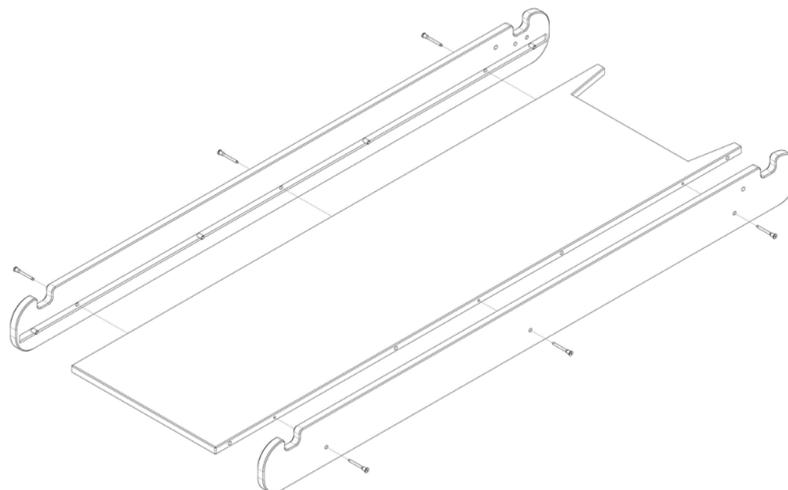

Abb. 3: Montageschritt 2 Seitenwände an Rutschfläche
- Stecken Sie die beiden Seitenwände auf die Rutschfläche (1)
- WICHTIG! Achten Sie darauf die Seitenwände gemäß Abb. 3 richtig herum auf die Rutschfläche zu stecken
- Verschrauben Sie anschließend die Seitenwände mit der Rutschfläche mithilfe der Schrauben Nr. (11)